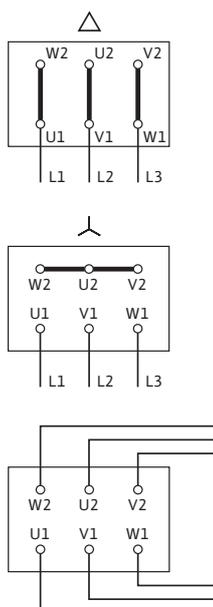

Fig. 8: Alimentación eléctrica
- La alimentación eléctrica del tablero de bornes depende de la potencia del motor P_2 , de la tensión de red y del tipo de arranque. En la siguiente tabla y en la fig. 8 podrá consultar dónde se han de conectar los puentes de conexión de la caja de bornes.
| Directo | Conexión en Δ (fig. 8 arriba) | Conexión en Y (fig. 8 centro) |
| Arranque en Y-Δ | Retire los puentes de conexión (fig. 8 abajo) | No es posible |